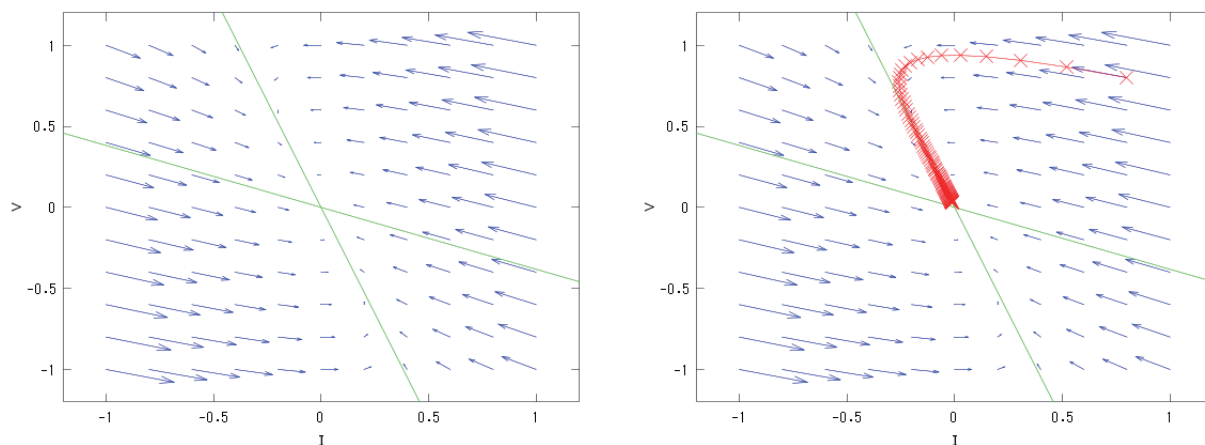

図 3.4: 固有ベクトルとベクトル場
となる。先ほどの図に固有空間 (各固有ベクトルの方向の直線) を描くと図 3.4 のようになる。
3. 固有ベクトルも書き込む (図 3.4)。